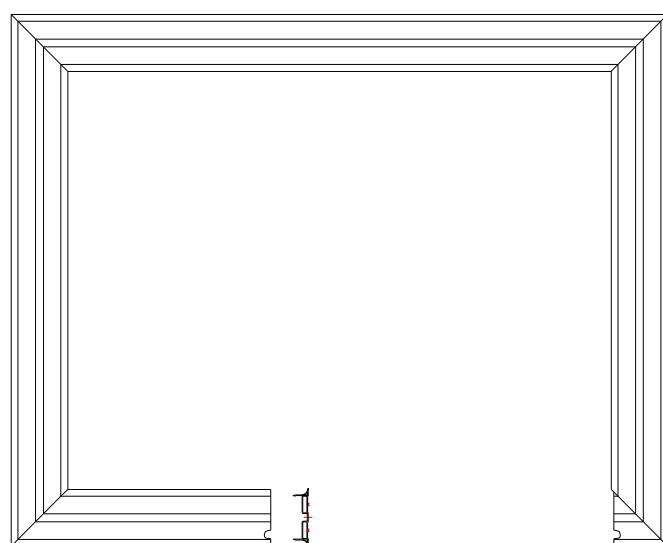
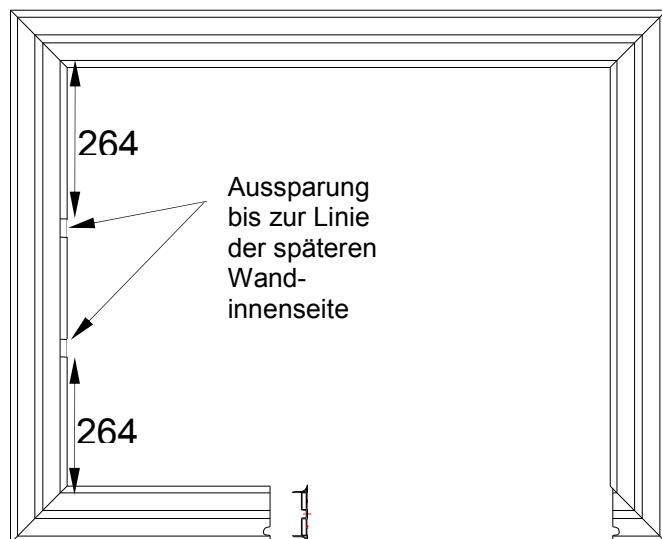

Abbildung 3
Abbildung 4
1. Beginnen Sie mit der Positionierung der U-Profile, s. Abbildung 3. Bei Zellen ohne Boden sind die U-Profile mit Aussparungen zu versehen, welche die Montage der Beine der Verdampfersektion unmittelbar an der Wand ermöglichen. Hierbei ist auf den Abstand zu den anderen Wandelementen zu achten, siehe Abb. 4 und 11.